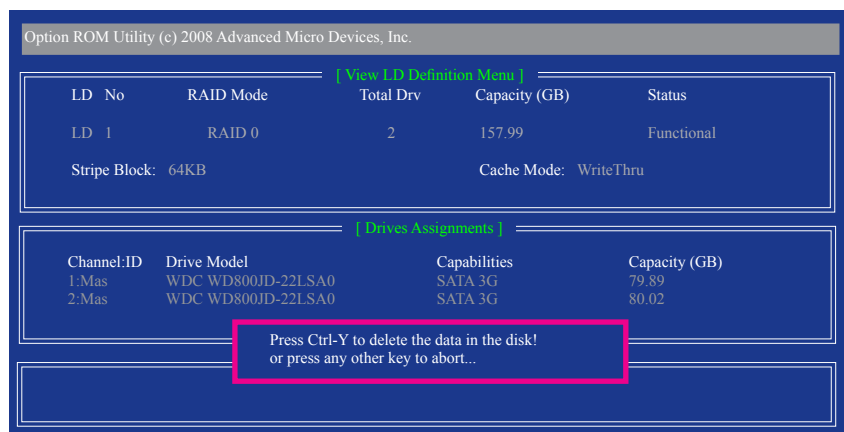

図 9
2. **View LD Definition Menu** が表示され(図 9 を参照)、このアレイに割り当てられたドライブを示します。中断するアレイまたは保管キーを削除する場合、<Ctrl>+<Y> を押します。